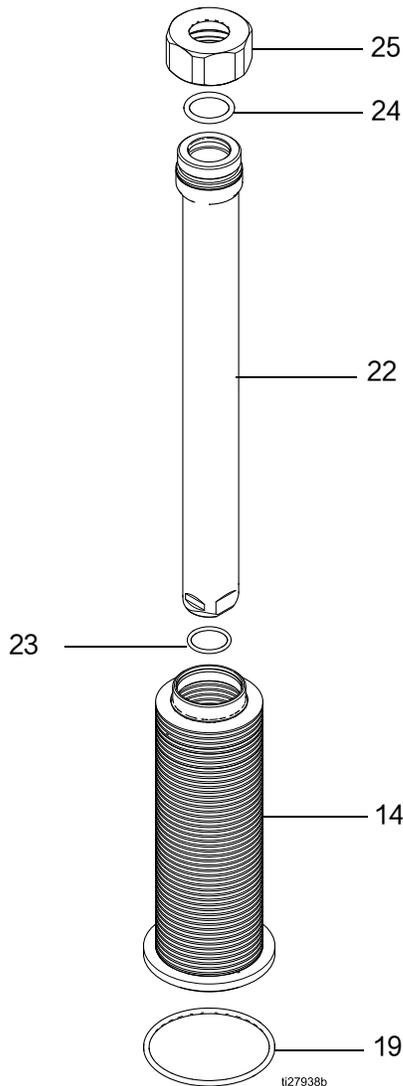

图 3. 拆卸或组装波纹管
5. 拆下波纹管 O 形圈 (19)。
注意: 波纹管组件包括波纹管螺母 (25)、波纹管 (14)、O 形圈 (23, 24), 以及波纹管衬套 (22)。要进行拆卸, 参见**拆卸波纹管组件** (第 8 页) 和图 3 (第 9 页)。
7. 从波纹管室 (13) 底部周围卸下四个有头螺丝 (33)。垂直向上升高波纹管室, 脱离流体出口壳体 (8)。小心不要损坏活塞柱 (3)。
参见图 3（第 9 页）。
7. 拆下波纹管 O 形圈 (19)。参见图 3（第 9 页）。
8. 从波纹管室 (15) 上拆下波纹管组件。卸下 O 形圈 (23)。
9. 如果波纹管已经故障，也从顶部安装板上拆下呼吸阀 (28)。清洁堵塞油漆的流体通道。